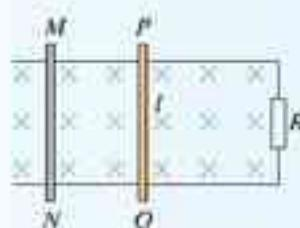

图 4.5-5 导体 MN 和 PQ 以相同速度向右运动
3. 如图 4.5-5 中的磁感应强度 $B = 1 \text{ T}$, 平行导轨宽 $l = 1 \text{ m}$, MN、PQ 金属棒均以 1 m/s 速度贴着导轨向右运动, $R = 1 \Omega$, 其他电阻不计。